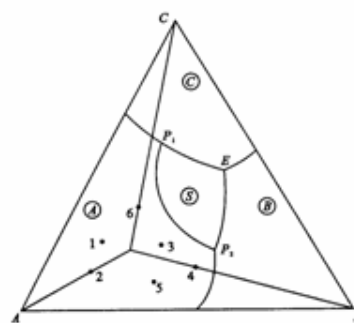

图6-18
6-30根据图6-18回答下列问题: (1) 说明化合物 S 的熔融性质, 并分析相图中各界线上温度变化的方向以及界线和无变量点的性质; (2) 写出组成点为1、2、3及4各熔体的冷却结晶过程; (3) 分别将组成为5和组成为6的物系, 在平衡的条件下加热到完全熔融, 说明其固液相组成的变化途径。